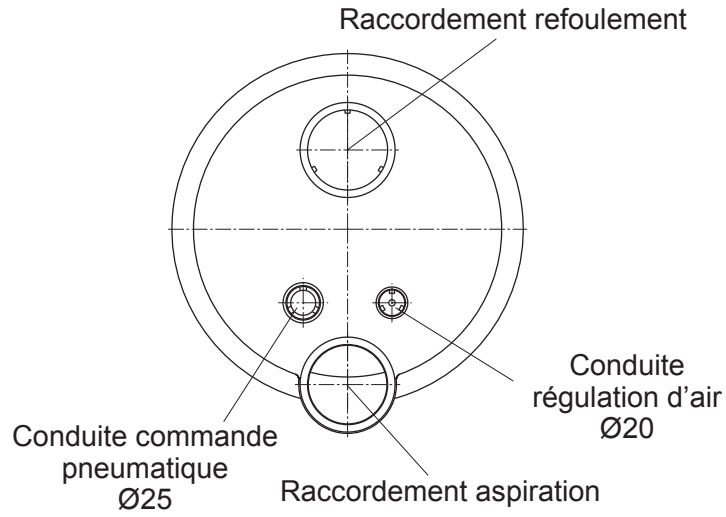

figure. 9
- 2) Collage de la gaine de protection du câble et du tuyau de la conduite de régulation d'air (fig. 9).
- 3) Placer le corps de buse (102.1) sur la pièce à sceller (1).
- 4) Passer les tuyaux de la commande pneumatique et le câble du projecteur à travers la gaine de protection (14) et étanchéifier à l'aide du presse étoupe (20).
- 5) Fixer la conduite de régulation d'air à l'aide du collier de serrage (8) sur la régulation d'air (21).